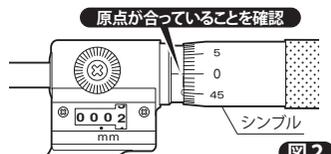

図2
③基準線目盛の『0』にシンプルの『0』目盛が一致していれば、原点が合っています。(図2)
- If the zero line on the Thimble lines up with the line on the Sleeve, then the origin is set. (Fig.2)